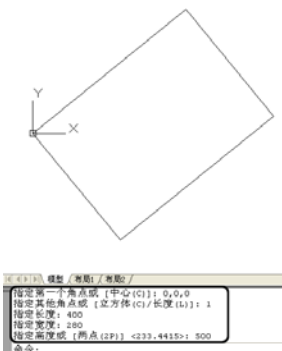

图 10.59 创建长方体
(1) 在菜单栏中选择【绘图】/【建模】/【长方体】命令。
(2) 根据命令行提示在绘图窗口拾取 $(0, 0, 0)$ 点，在命令行输入 L，并按回车键。设置长方体的长宽高，根据命令行提示，分别输入长方体的长宽高为 400、280、500，创建完长方体的效果如图 10.59 所示。